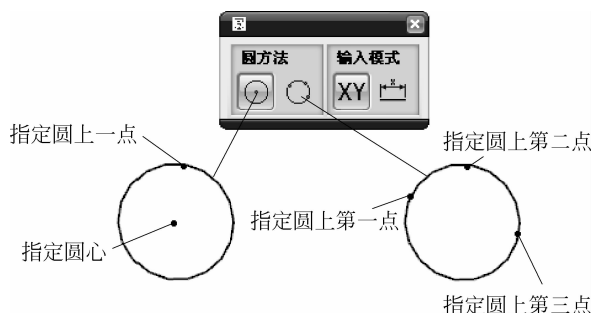

图 3-13 圆的创建
圆：单击圆命令图标 , 弹出绘制圆对话框, 如图 3-13 所示, 其绘制方式有以下两种。
- (1) 圆心、直径方式：先绘制圆心位置，再输入/鼠标指定圆直径，如图 3-13 所示。
- (2) 三点定圆方式：输入/鼠标指定圆所在的三个点，如图 3-13 所示。